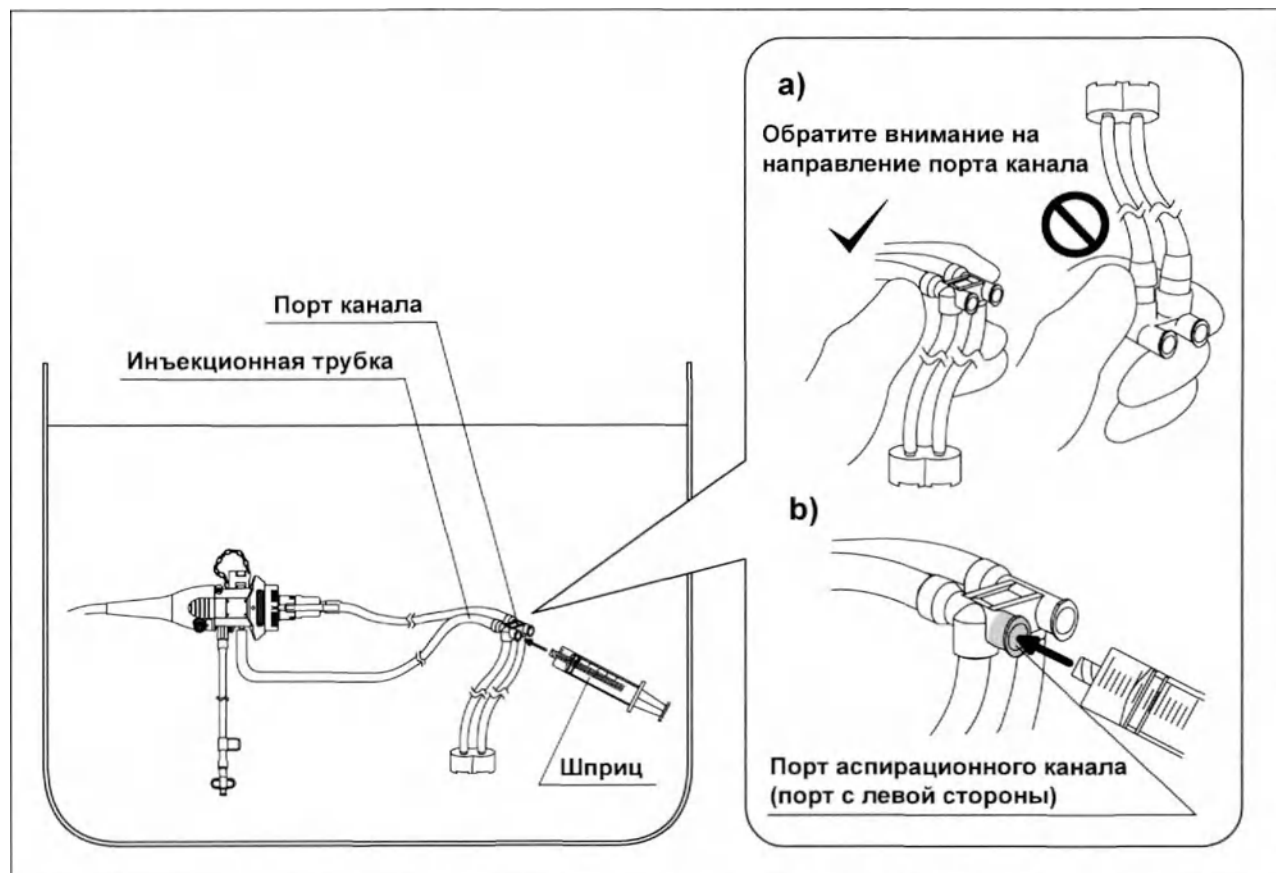

Рис. 5.56
- 12** Присоедините шприц к порту аспирационного канала инъекционной трубки. (см. рис. 5.56)